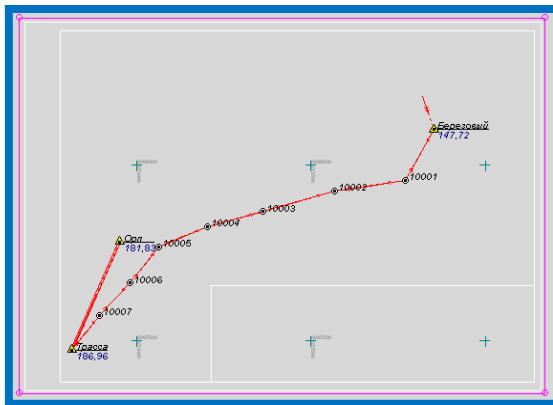

Рисунок 42 – Розовая рамка созданного фрагмента чертежа
2. Выбираем команду **Выбрать фрагменты**  и щелкаем ЛКМ по розовой рамке назначенного фрагмента чертежа (Рис.42) – она отобразится желтым цветом (Рис.43)